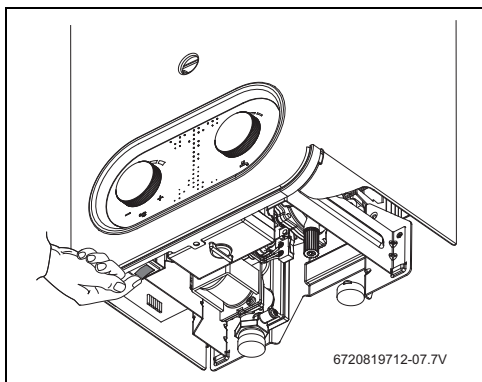

Fig. 6 Botón ON/OFF
- ▶ Colocar el interruptor principal (→Fig. 6) en posición de funcionamiento.